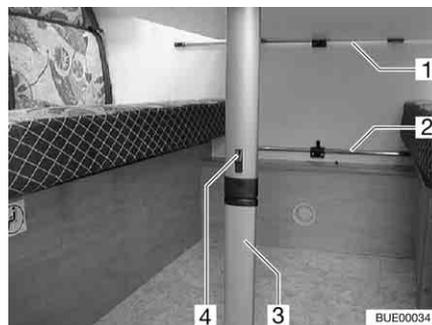

Fig. 69 Mesa colgante con pata articulada
- Correr el bloqueo (Fig. 69,4) hacia el tablero de mesa.
- Abatir 90° la parte inferior de la pata (Fig. 69,3).
- Desenganchar la mesa colgante del riel de enganche superior (Fig. 69,1).
- Enganchar la mesa colgante en el riel de enganche inferior (Fig. 69,2) y situar en la articulación de la pata de la mesa.